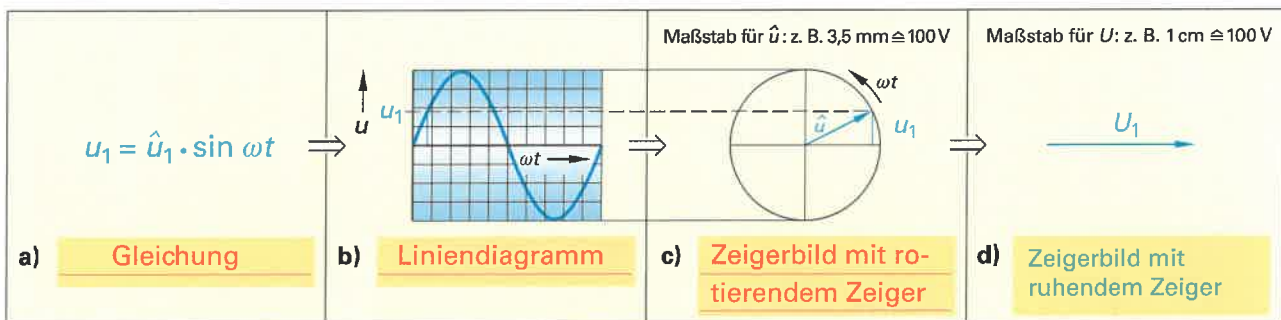

Bild 1: Darstellungsmöglichkeiten sinusförmiger Wechselgrößen am Beispiel der Spannung
8. Zur Darstellung sinusförmiger Wechselspannungen und -ströme gibt es verschiedene Möglichkeiten. Nennen Sie im Bild 1 a) bis c) die Darstellungsmöglichkeiten für sinusförmige Spannungen.